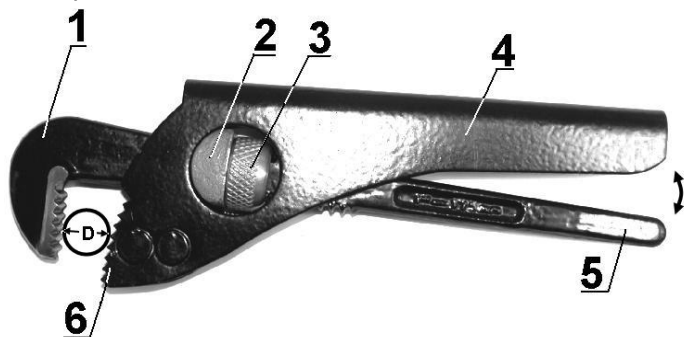

Рис. 1
2. Вращая гайку (3), установите расстояние между губками ключа в соответствии с диаметром используемой трубы.
5. Сжимая и разжимая рычаг (4) и рукоятку (5), гайкой (3) установите надёжный контакт губок ключа с используемой трубой.
6. Удерживайте рычаг (4) и рукоятку (5) кистью руки с постоянным усилием. Не перекашивайте ключ, аккуратно и плавно поворачивайте его по направлению от неподвижного рычага (4) к рукоятке подвижного рычага (5).
**ПОМНИТЕ!** При значительном усилии сжатия неподвижного рычага (4) и рукоятки подвижного рычага (5) может произойти деформация трубы (смятие).
7. Для освобождения ключа или для перехвата трубы необходимо развести рычаг (4) и рукоятку (5). Установите ключ на трубе в удобном положении, повторите пункты 4- 6.
8. Для вращения трубы в обратном направлении необходимо переустановить ключ в зеркальном положении, Рис. 1.